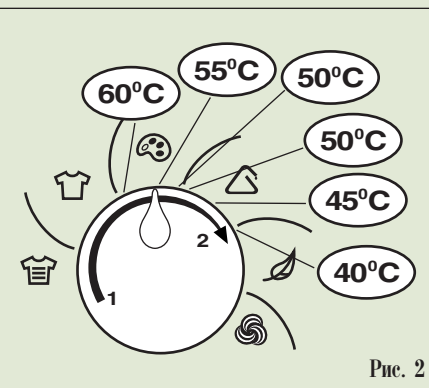

Рис. 2
**В** — рукоятка установки типа ткани (режима стирки) — рис. 2. Вращая рукоятку, устанавливают тип ткани: от сильнозагрязненной хлопчатобумажной (х/б) 1 до шерсти 2. Установку производят по самому деликатному предмету из загружаемого белья. Пиктограммы типов белья обозначают (против часовой стрелки): шерсть — деликатные ткани — синтетика — цветное х/б белье — нормально загрязненная белая х/б ткань — сильно загрязненная белая х/б ткань. В пределах каждого сектора крайнее правое положение рукоятки соответствует меньшей степени загрязненности белья, крайнее левое — большей степени загрязненности.
В секторах для цветных и синтетических тканей температура стирки плавно изменяется в соответствии с положением рукоятки в пределах данного сектора приблизительно на 10°C (см. рис. 2).